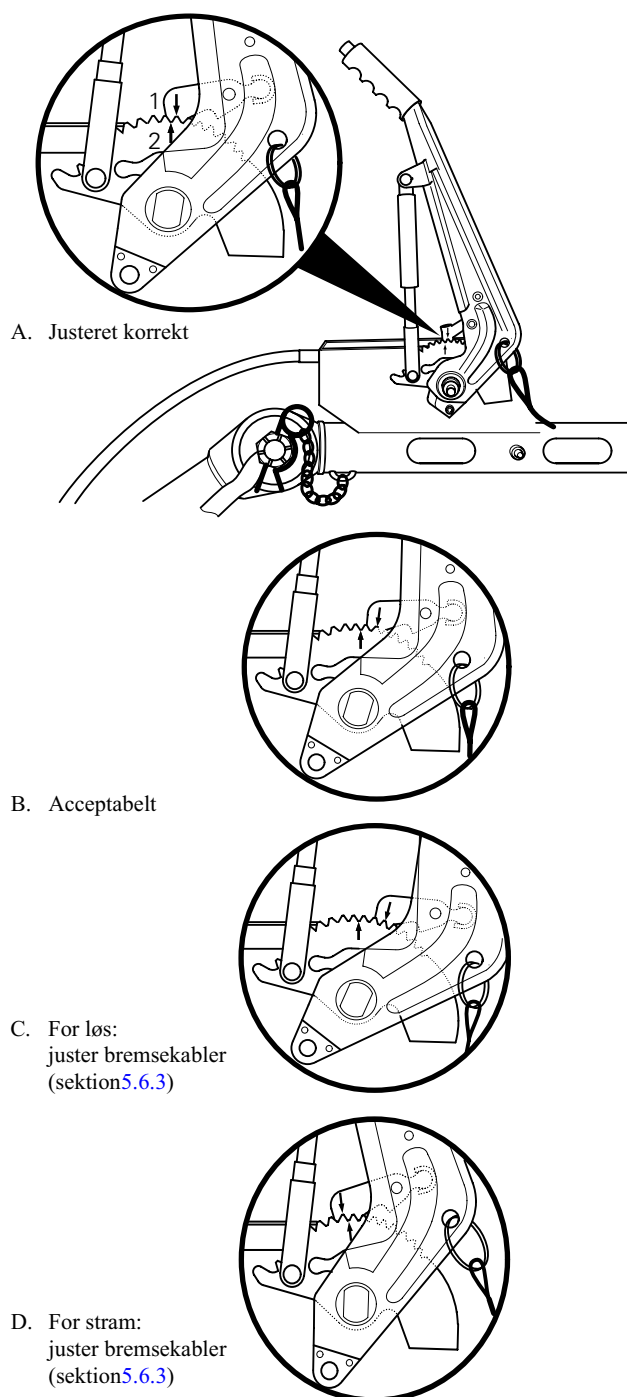

Fig. 5.6 Korrekt og forkert position af markeringer
5. Check positionen af pilemarkeringen "1" ved smæklåsen i kombination med pilemarkeringen "2" ved den tandede sektor, i henhold til fig. 5.6 A, B, C, D.